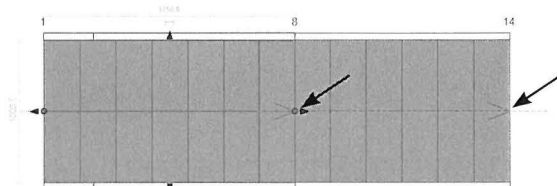

Fig. 10.13. Rediger længden af trappen.
- Gør længden af trappen kortere, ved at trække i pilen for enden af trappen, i trappens centerlinie (Fig. 10.13).